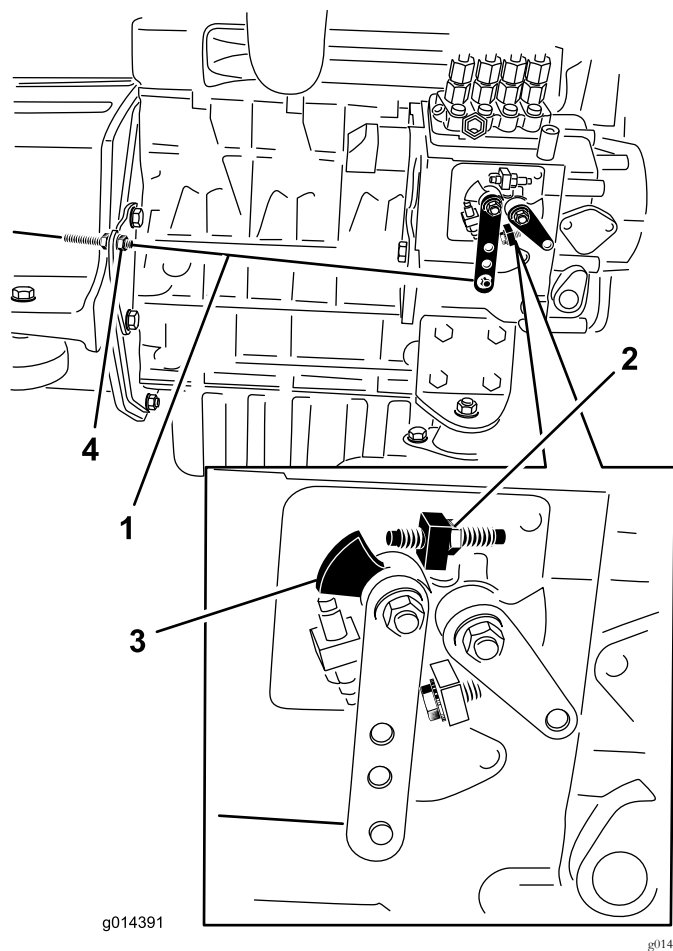

图35
2. 检查发动机燃油喷射泵上速度控制杆的位置。当油门控制杆位于“快速”卡槽位置时速度控制杆应与高速螺丝接触 图35。
3. 如果必要可调节油门控制拉索锁紧螺母的位置直到当油门控制杆位于“快速”卡槽位置时速度控制杆应与高速螺丝接触 图35。切勿调节速度控制杆上的高速螺丝。